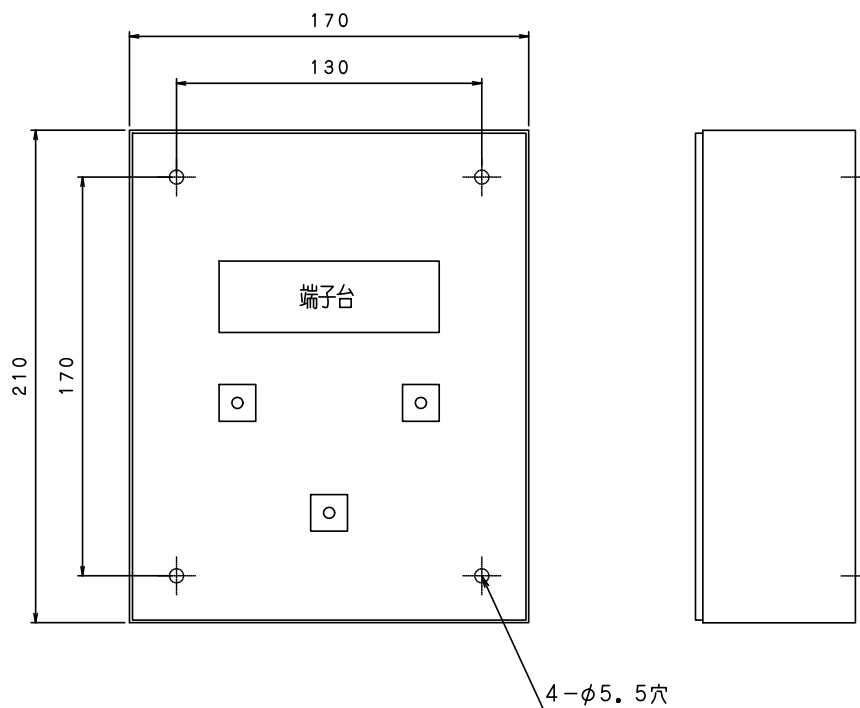

図 2. 裏ボックス（露出）
(1) 操作パネルと裏ボックスの分離方法
- ①操作箱扉を開け、3本のビスを外して下さい。
- ②操作パネルを裏ボックスから取り外し、裏側の基板のコネクタを外して下さい。
(2) 露出型取付方法（図2を参照下さい。）
- ①操作箱固定用の穴位置を壁に野書いて下さい。
- ②野書いた壁の位置に穴を開けて下さい。
- ③操作箱を取付壁面に位置合わせしてボードアンカーを打ち込んで下さい。
- ④裏ボックス4箇所の固定用穴に、M5ネジで壁に固定して下さい。
- ⑤壁面にしっかり固定されているか確認して下さい。
- ⑥次項7.4の配線接続に基づき、外部配線接続を行って下さい。
- ⑦リード線コネクタを操作パネル裏側の基板のコネクタに挿して下さい。
- ⑧操作パネルと裏ボックスを組合せて、操作扉を開けて3本のビスで取り付けて下さい。
(3) 埋込型取付方法
- ① 操作箱固定用の取付穴位置を壁の埋込穴に野書いて下さい。